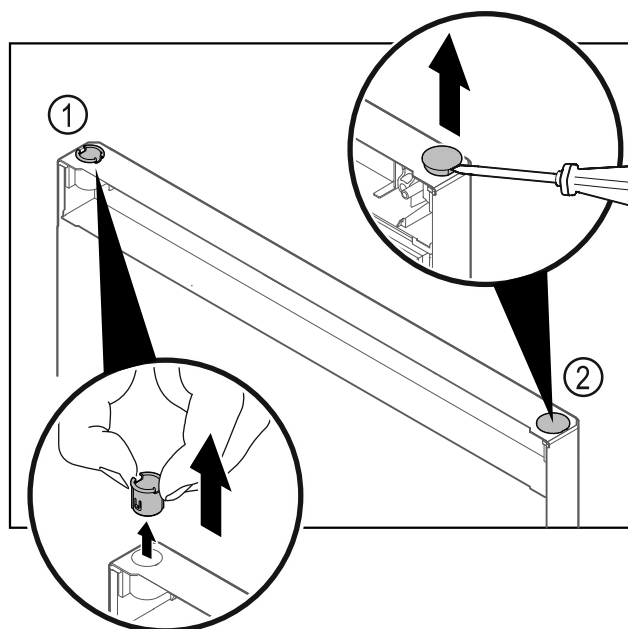

Fig. 27
- Pirštais ištraukite šarnyrinę įvorę Fig. 27 (1).
- Dengiamąjį kamštį Fig. 27 (2) atsargiai pakelkite išdrožiniu atsuktuvu ir jį ištraukite.